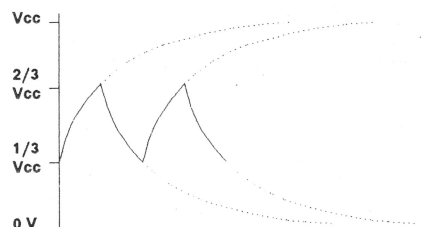

Figure 4 : oscillogramme sur l'entrée moins de l'oscillateur
- Sur l'entrée "moins" : une dent de scie, correspondant aux charges et décharges de C1 qui essaye indéfiniment d'atteindre les limites de  $1/3$  et  $2/3$  de l'entrée "plus" (voir figure 4).